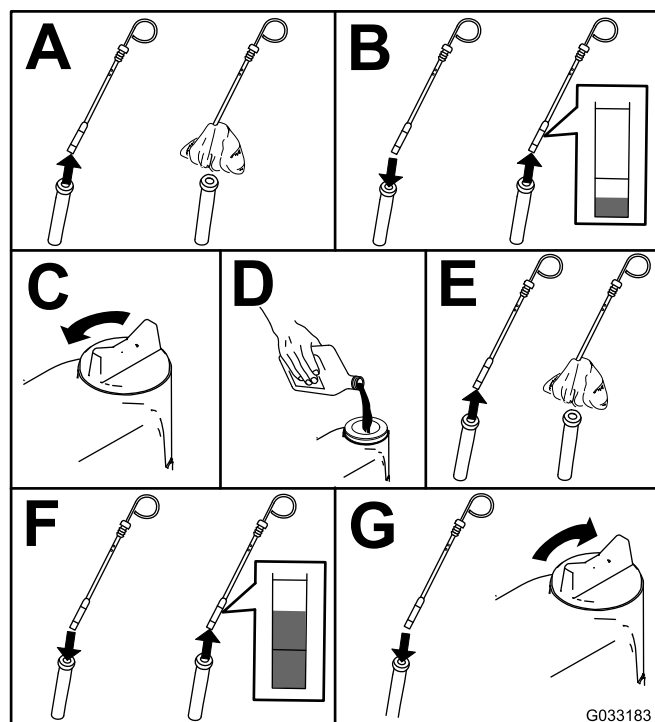

Figura 72
2. Compruebe el nivel de aceite del motor (Figura 72).